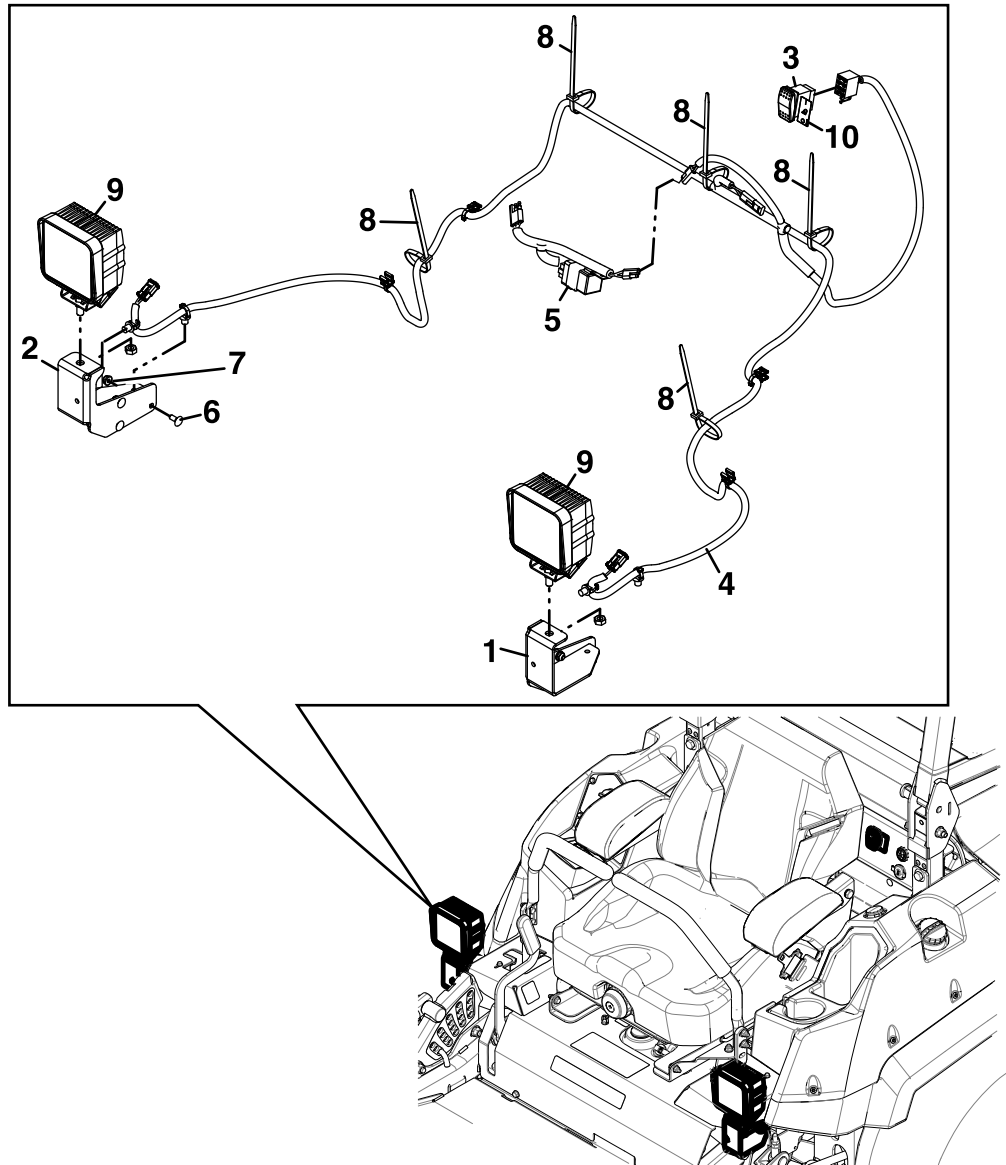

Figure 2
7. En vous aidant de la Figure 2 comme guide, placez le faisceau d'éclairage derrière le siège, le long du faisceau principal dans le panneau du déflecteur de chaleur.